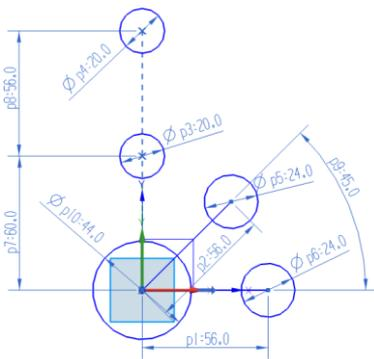

图 3-57 绘制 4 个圆
(2) 利用同样方法，在对应位置绘制 4 个圆，直径分别为 20、20、24、24。首先对直径 44 的圆添加尺寸约束，然后对其他尺寸进行约束。单击“草图曲线”工具条中的“直线”按钮，分别绘制两条直线，将两个直径 24 的圆与直径 44 的圆连接，并添加角度约束，如图 3-57 所示。